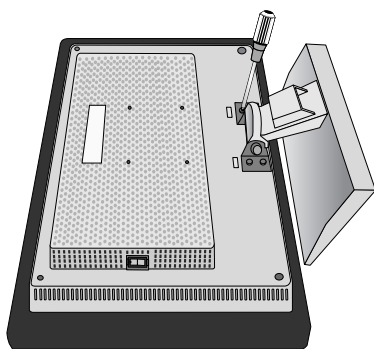

Figure R.2
4. Retirez les 4 vis connectant le moniteur au socle et soulevez le socle pour l'ôter (Figure R.2). Vous pouvez à présent modifier le montage du moniteur.